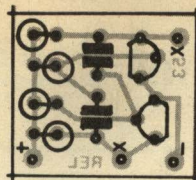

Fig. 4
- FIG. 4 - "CHAPEADO" DA MONTAGEM - Na figura anterior (3) a plaquinha era vista pela sua face cobreada, com as áreas metalizadas em preto... Já agora o Impresso é visto pela sua face não cobreada, todos os componentes colocados... Excepcionalmente, devido à própria restrição imposta pelo tamanho diminuto da placa, não estão lá anotados os códigos e valores dos componentes (tais dados são vistos na próxima figura...). Observar, principalmente, que os 4 resistores devem ser inserido "em pé", e que todos os componentes devem ficar tão rentes à placa quanto for possível. Outro ponto importante: a orientação dos lados "chatos" dos dois transistores (um "para baixo" e uma "para cima"...). Os pontos "+" e "-", como parece óbvio, destinam-se às ligações da alimentação, enquanto que as ilhas marcadas com "X-X" servirão para as conexões da "pastilha" transdutora piezo (detalhes mais à frente...).